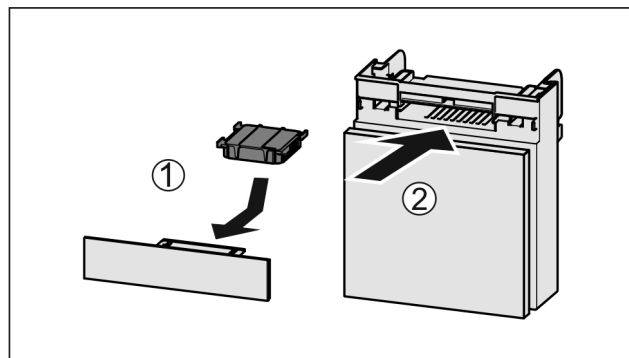

Fig. 35
- Поставете Fig. 35 (1) филтъра с активен въглен, както е показано на фигурата.
- Вкарайте Fig. 35 (2) отделението.